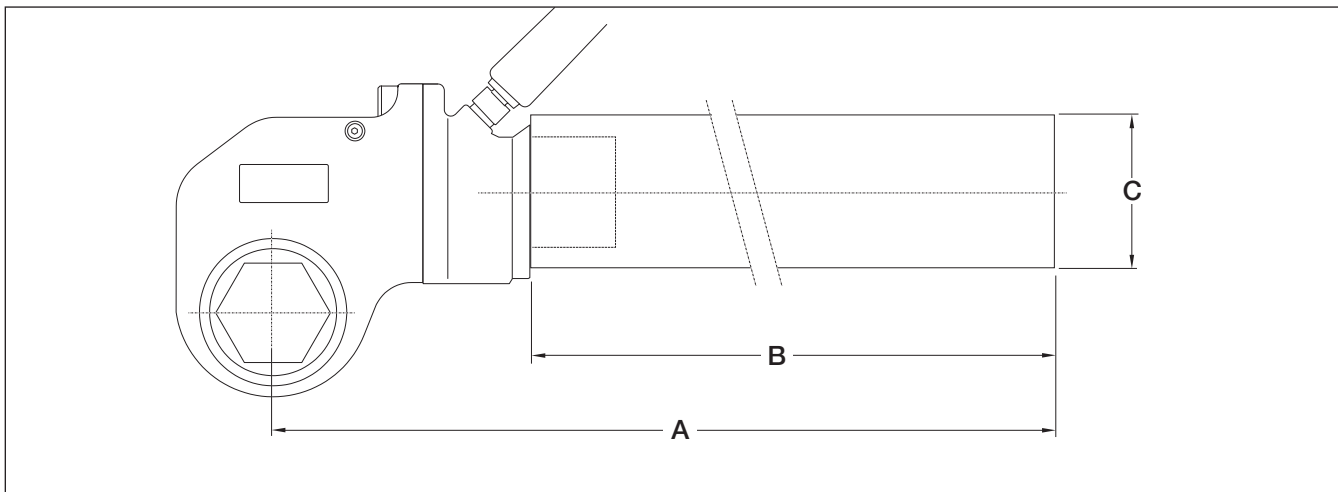

Fig. 7.7-1
7.7 Dimensions et spécifications des rallonges de bras de réaction de la série ERT (voir emplacement des dimensions A, B et C à la Fig. 7.7-1)